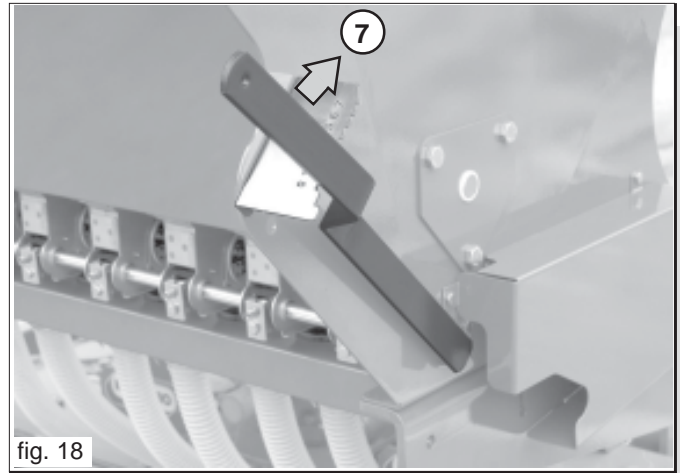

fig. 18
- Para grandes cantidades se aconseja utilizar la manivela colocada sobre la transmisión para girar el eje agitador, se controla así la cantidad que se está descargando; si se deben descargar pequeñas cantidades, mover la palanca del dosificador en una posición que sea superior a 7 (Fig. 18).